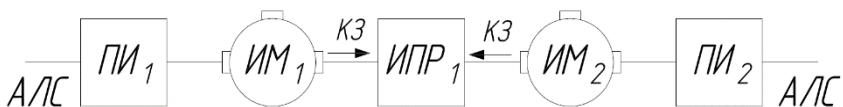

Рисунок 7 – Схема структурная включения ИМ-Ex-П для имитации обрыва и КЗ между автоматическими и ручными извещателями
8.4 Размещение ИМ-Ex-П в четырехпроводной АЛС для имитации обрыва и КЗ между автоматическими и ручными (со встроенными изоляторами КЗ) извещателями (рисунок 7).